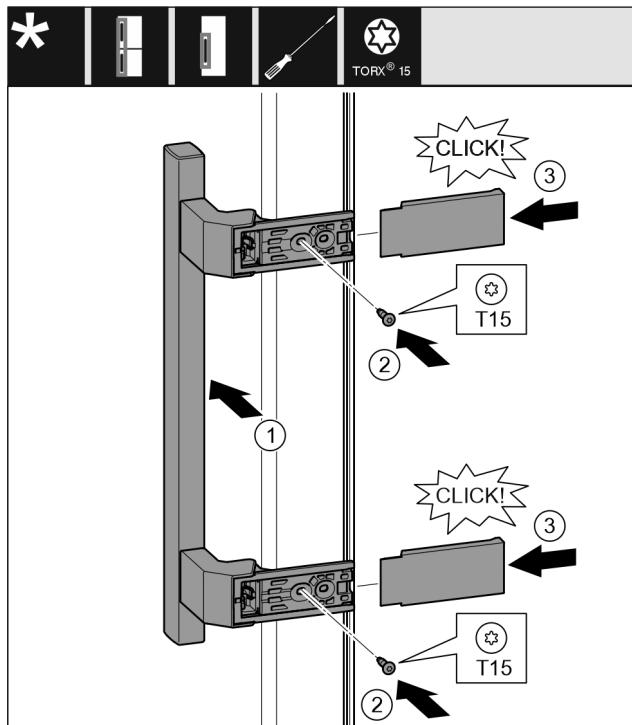

Fig. 15
- Postavite ručku na suprotnu stranu. Fig. 15 (1)
- Pritegnite vijke odvijačem T15. Fig. 15 (2)
- Postavite pokrove bočno i nataknite ih. Fig. 15 (3)